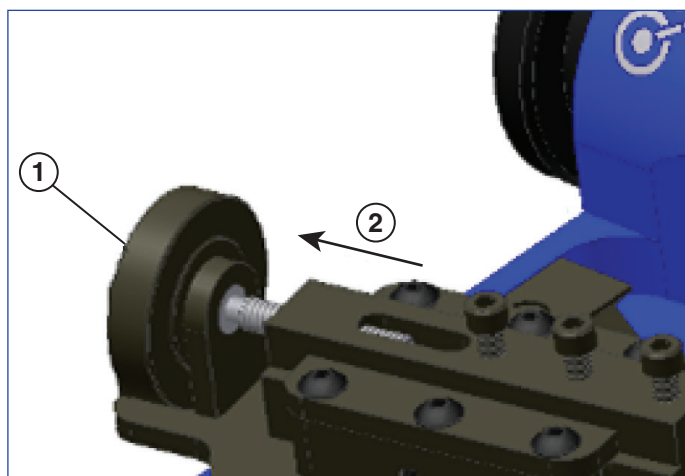

Figura 9
7. Girare la vite di regolazione della profondità per posizionare il blocco portautensili nella posizione arretrata (vedere la Figura 9).